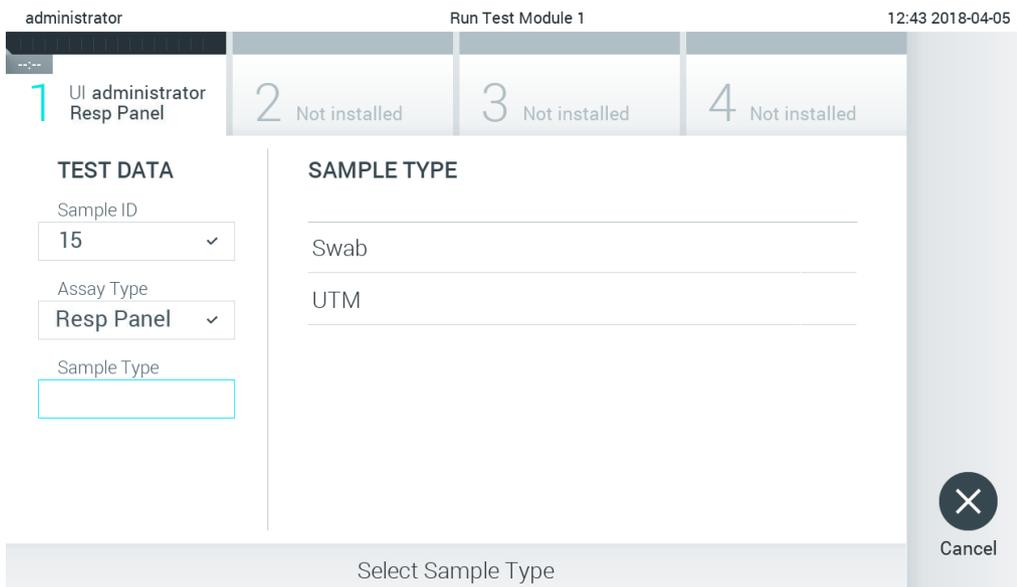

Abbildung 85. Auswahl des Probentyps.
5. Das Feld Assay Type (Assay-Typ) wird automatisch ausgefüllt, und ggf. muss ein geeigneter Sample Type (Probentyp) manuell aus der Liste ausgewählt werden (Abbildung 85).